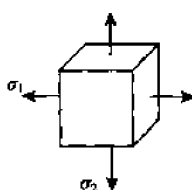

图 7-35
7. 对于如图 7-35 所示的应力状态($\sigma_1 > \sigma_2 > 0$),最大切应力作用面有以下四种,试选择哪一种是正确的_____。